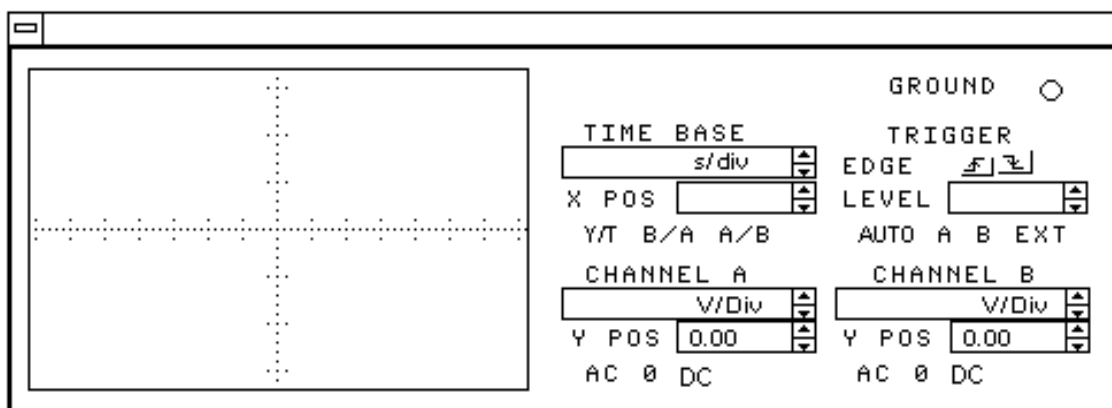

Figura 26
10.11 – Substitua o resistor R_{14} pelo resistor R_{15} e repita o item 10.10 na figura 26.